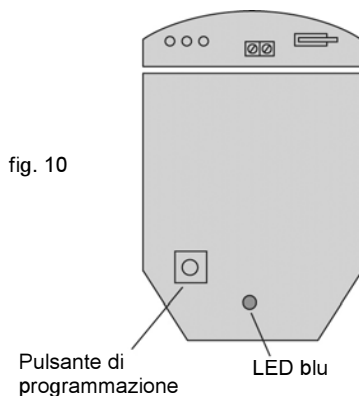

fig. 10
- L'utente può programmare una serie di impostazioni configurabili indicate nello schema di programmazione. Le impostazioni di fabbrica sono riportate nelle caselle scure. Le impostazioni correnti possono essere facilmente modificate. Per ripristinare le impostazioni di fabbrica, scollegare l'alimentazione dal rivelatore, quindi tenere premuto il pulsante di programmazione (fig. 10) dando temporaneamente corrente al rivelatore, prima dell'installazione con una batteria PP3 oppure collegando l'unità a un segnale a 12 Volt nel luogo di installazione.
- 1) Premere più volte il pulsante di programmazione come indicato in fig. 10, facendo corrispondere il numero di pressioni al numero dell'Opzione da modificare: ad es. una pressione per la portata, due pressioni per il numero di impulsi, tre pressioni per il LED.